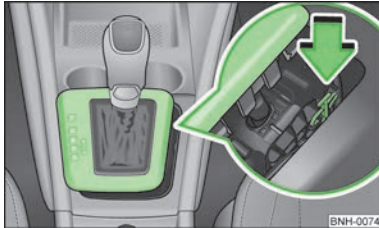

Fig. 72
- Apăsăți cu degetul componenta galbenă din material plastic, în sensul săgeții » **fig. 72**.